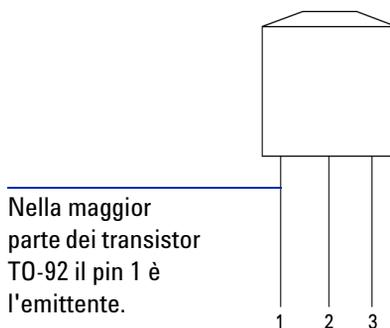

Figura 5-7 Transistor TO-92
- 3 In questo esempio verrà utilizzato un BJT con un modello TO-92 come indicato nella Figura 5-7.